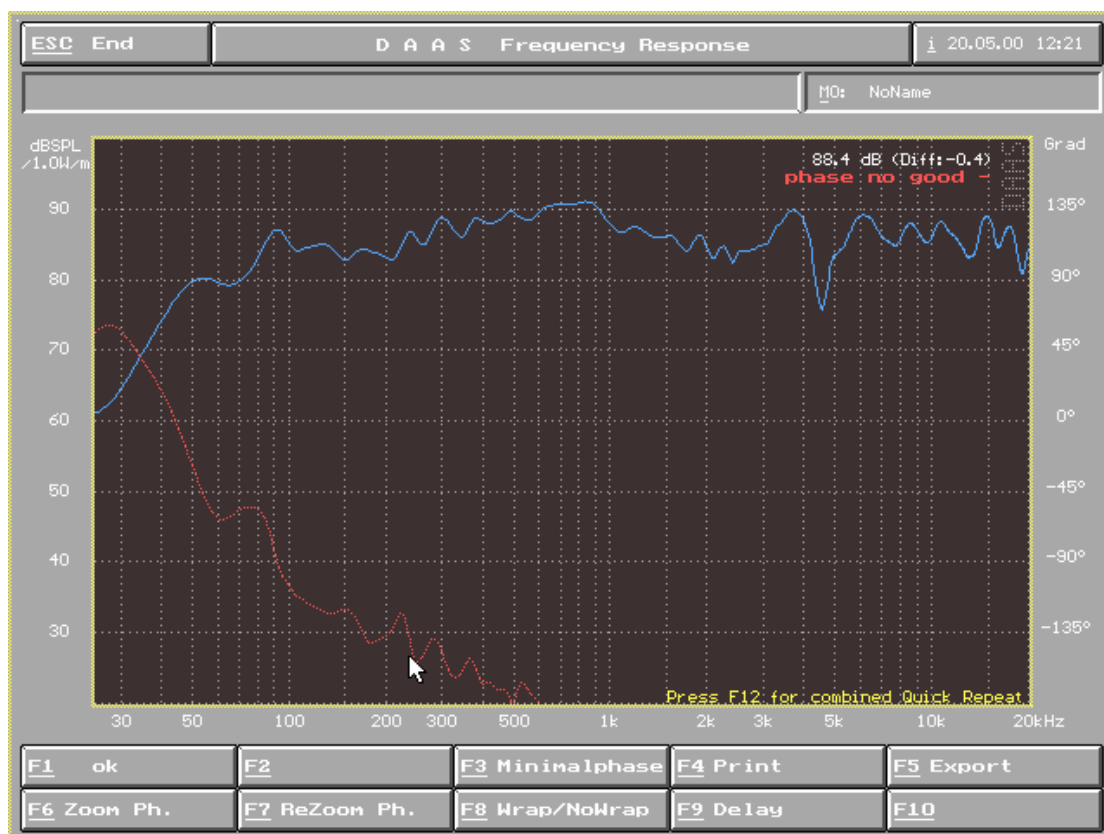

图 10
- 2) 点击 F3 Phase 得到红色相位特性图 (如图 10) 在相位菜单内 :